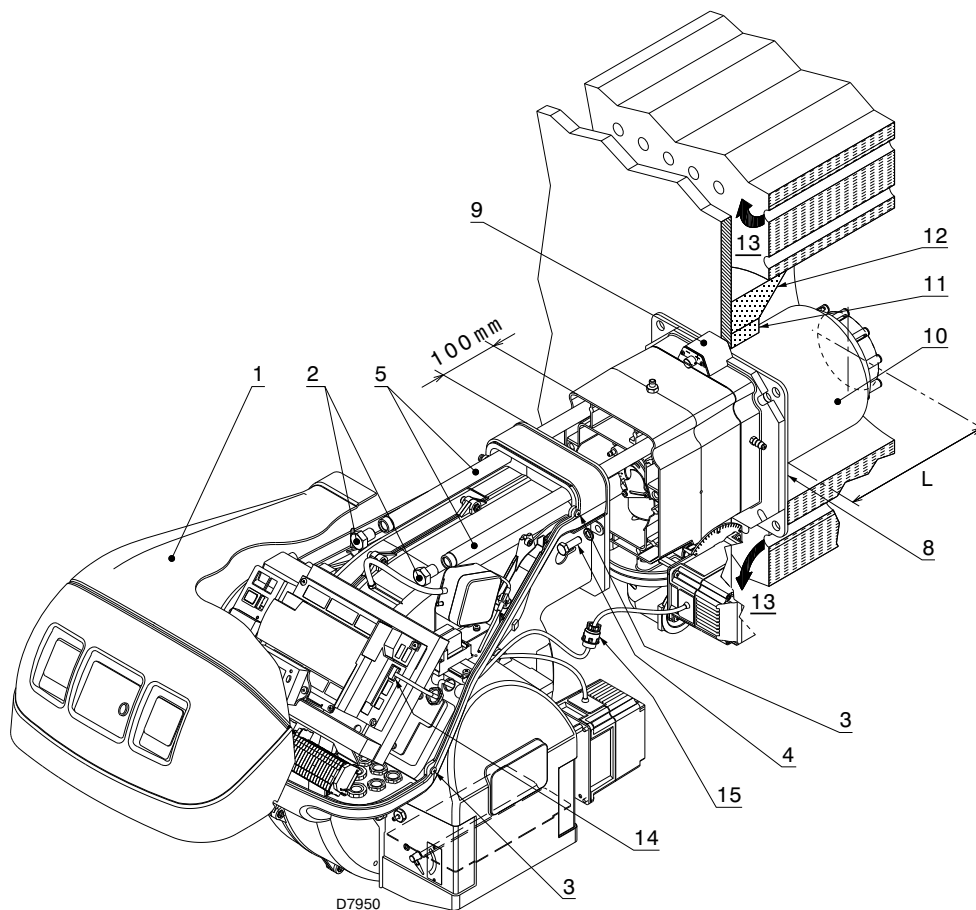

Рис. 17
Для котлов с передними оборотами дыма 13)(Рис. 17 стр. 25), или с камерой инверсии пламени выполните защитное приспособление из огнеупорного материала 11) между футеровкой котла 12) и форсунки 10).
Отделить головку горения от остальной горелки, как показано на Рис. 17; действовать следующим образом:
- снова установить горелку на направляющие 3) примерно на 100 мм от муфты 4) - положение горелки указано на Рис. 17;
- подсоединить вилку серводвигателя 14)(Рис. 17) и закрутить кабельный зажим 15);